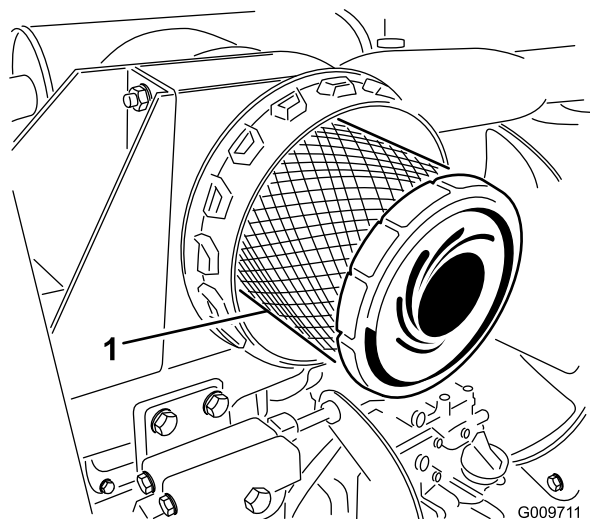

Figura 29
3. Retire y cambie el filtro primario (Figura 29).